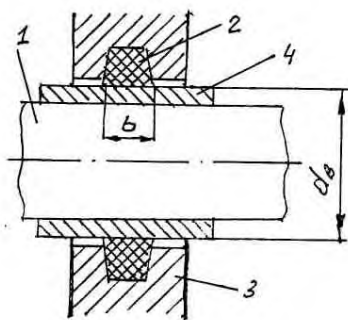

Рисунок 15.1
1. при работе сальниковых колец в среде, вызывающей повышенный износ валов, рекомендуется устанавливать на вал защитные втулки (рис. 15.1).